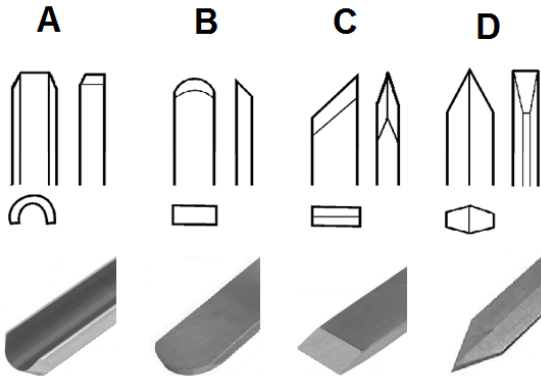

Fig 9
### Drehselröhre (A, Fig 9)
### Schaber (B, Fig 9)
### Schrägmeißel (C, Fig 9)
**Abstechstahl (D, Fig 9)** Wird verwendet um direkt in das Werkstück einzutauchen, z.B. beim Einstechen auf Mass, Hinterdrehen, und Abstechen. Kann auch als Schaber eingesetzt werden.